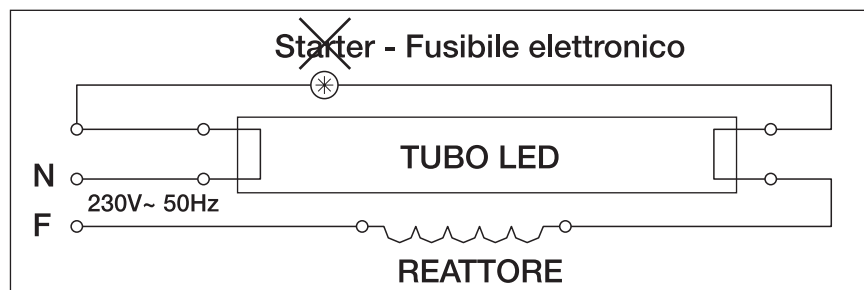

Fig. 3
- Rimuovere lo starter ed inserire al suo posto il fusibile elettronico fornito in dotazione (vedi fig. 3).